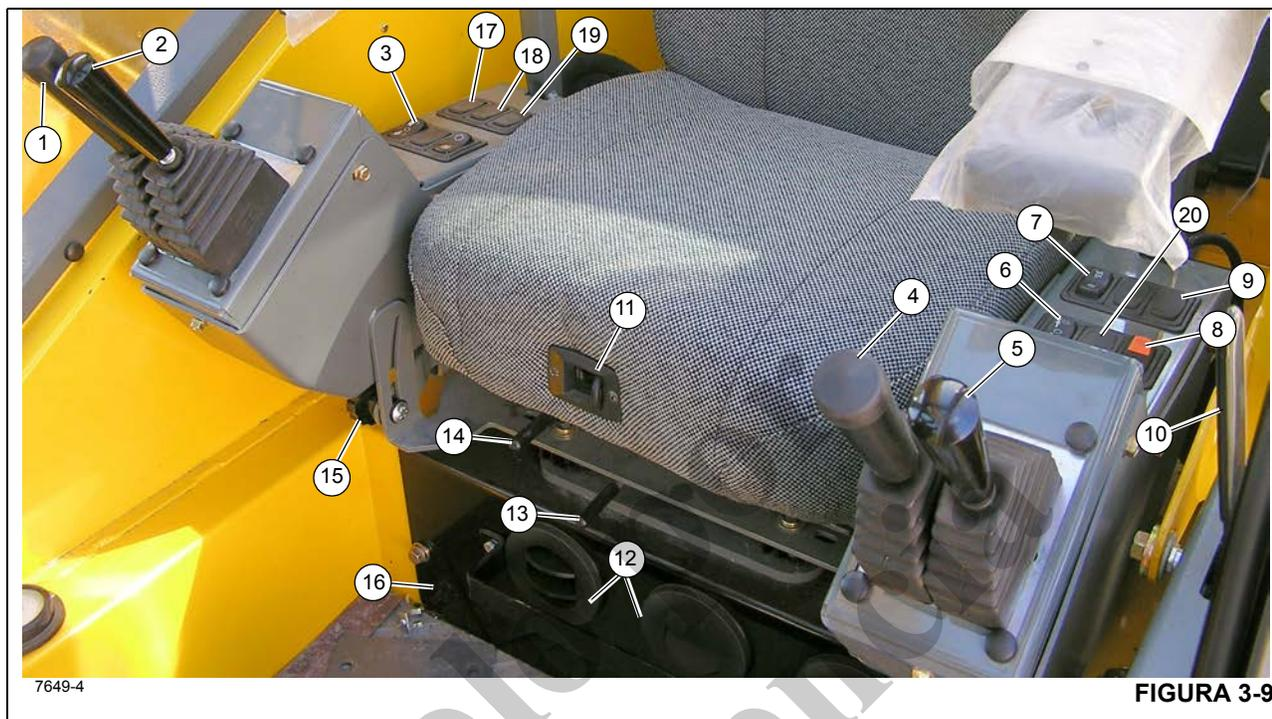

Figura 3-9 Números de artículos
El indicador de diferencial del eje bloqueado (22) (Figura 3-7) se encuentra en la pantalla de medidores en la columna de dirección. Este indicador se ilumina en ámbar después de mover el interruptor de bloqueo del diferencial (10) (Figura 3-9) a la posición de BLOQUEO con los interruptores de bloqueo del diferencial del vehículo en cada eje cerrados. En la posición de BLOQUEO, no hay acción diferencial entre las ruedas.
El control del malacate principal (1) (Figura 3-9) se encuentra en el apoyabrazos derecho. Cuando la palanca de control se mueve hacia adelante, el cable desciende. Cuando se tira hacia atrás, el cable se eleva.
El control de elevación de pluma (2) (Figura 3-9) se encuentra en el apoyabrazos derecho. Cuando la palanca de control se coloca hacia adelante, se baja la pluma; cuando se coloca hacia atrás, se eleva la pluma.
El interruptor selector de velocidad del malacate principal (3) (Figura 3-9) es un interruptor de contacto mantenido, de tres posiciones (alta/apagado/baja), que se encuentra en el apoyabrazos derecho. Si se coloca el interruptor en la posición alta, esto habilita las funciones del malacate y energiza el solenoide de alta velocidad del malacate principal, lo que tiene por resultado altas velocidades del cable. Si se coloca el interruptor en la posición central de apagado, esto evitará el funcionamiento del malacate. Si se coloca el interruptor en la posición baja, esto habilita las funciones del malacate principal y desenergiza el solenoide de alta velocidad del malacate principal, lo que tiene por resultado bajas velocidades del cable.
El control de telescopización o del malacate auxiliar (TELE o AUX) (4) (Figura 3-9) se encuentra en el apoyabrazos izquierdo. La palanca controla las funciones de telescopización cuando la grúa no está provista de malacate auxiliar. Empuje la palanca de control hacia adelante para extender la pluma, o tire de la palanca de control hacia atrás para retraerla.
El interruptor selector de velocidad del malacate auxiliar (6) (Figura 3-9) es un interruptor de contacto mantenido, de tres posiciones (alta/apagado/baja), que se encuentra en el apoyabrazos izquierdo. Si se coloca el interruptor en la posición alta, esto habilita las funciones del malacate auxiliar y energiza el solenoide de alta velocidad del malacate auxiliar, lo que tiene por resultado altas velocidades del cable. Si se coloca el interruptor en la posición central de apagado, esto evitará el funcionamiento del malacate. Si se coloca el interruptor en la posición baja, esto habilita las funciones del malacate auxiliar y desenergiza el solenoide de alta velocidad del malacate auxiliar, lo que tiene por resultado bajas velocidades del cable.
El interruptor de dirección trasera (7) (Figura 3-9) es un interruptor tipo basculante de tres posiciones, con retorno por resorte a la posición de apagado, y se encuentra en el apoyabrazos izquierdo. Presione la parte inferior del interruptor para accionar una válvula de control que gira las ruedas traseras hacia la izquierda, lo cual hace que la grúa vire hacia la derecha. Presione la parte superior del interruptor para accionar una válvula de control que gira las ruedas traseras hacia la derecha, lo cual hace que la grúa vire hacia la izquierda. Cuando las ruedas no están centradas, la luz del indicador de ruedas traseras no centradas en la columna de dirección se enciende. Cuando se suelta el interruptor, éste vuelve a la posición central de apagado.
El interruptor del freno de giro (8) (Figura 3-9) se encuentra en el apoyabrazos izquierdo. Este interruptor de dos posiciones (ON/OFF) sirve para regular una válvula hidráulica que envía un caudal de presión regulada hacia el freno de giro y desde el mismo. Al colocar el interruptor en la posición ON se aplica el freno de giro y al colocarlo en OFF se suelta el freno de giro. Cuando el interruptor está en la posición de encendido, la luz indicadora roja en la columna de dirección se ilumina. El interruptor tiene un bloqueo para evitar el accionamiento inesperado.
El control de bloqueo del diferencial (Axle Diff) (9) (Figura 3-9) se encuentra en el apoyabrazos izquierdo. Es
Utilice la palanca del mecanismo de desbloqueo de la puerta de la cabina (10) (Figura 3-9) para abrir o cerrar la puerta de la cabina desde el interior de la cabina.
Para ajustar el respaldo del asiento, presione la perilla de ajuste (11) (Figura 3-9) y luego ajuste el asiento según sea necesario.
La unidad de control de climatización del acondicionador de aire/calefactor (16) (Figura 3-9) se encuentra en la cabina, debajo del asiento del conductor. Los registros (12) forman parte de la unidad de control de climatización y se pueden ajustar para dirigir el flujo de aire.
El movimiento de la palanca de deslizamiento del asiento (13) (Figura 3-9) sólo deslizará el asiento, hacia adelante o hacia atrás.
El movimiento de la palanca de deslizamiento del asiento (14) (Figura 3-9) deslizará el asiento y el bastidor del asiento hacia adelante o hacia atrás.
El apoyabrazos y los controles del apoyabrazos se pueden ajustar por medio de la perilla de ajuste (15) (Figura 3-9). Afloje la perilla y gire todo el apoyabrazos a la posición deseada, vuelva a apretar la perilla una vez que se haya terminado de realizar el ajuste.
Los indicadores de rotación de malacate para el malacate principal y el malacate auxiliar se encuentran en la parte superior de cada palanca de control de malacate (1, 4) (Figura 3-9). Cada indicador se controla electrónicamente por medio de una señal de entrada recibida de un sensor instalado en el malacate correspondiente y una señal de salida de un módulo de control. Cada palanca de control de malacate (1, 4) vibra cuando su malacate está funcionando de manera que el pulgar del operador pueda sentirlo.